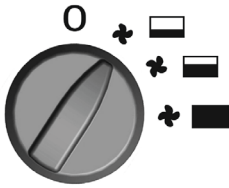

FIG. 1
- **Fig. 1** – Minsta kapacitet